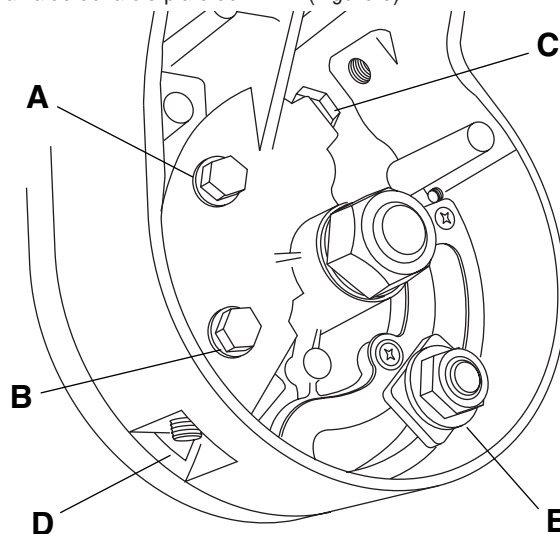

Figure 6. Réglage de la lame à 0° (90° par rapport à la table)
2. Desserrez les têtes des boulons 'A' et 'B' d'au moins un tour complet à l'aide de la clé plate de 10 mm (Figure 6).
3. Mettez l'embout de clé Allen de 4 mm sur l'outil universel et placez-le sur la vis de réglage 'D' (Figure 6)
4. Desserrez la vis de réglage 'D' d'au moins trois tours complets à l'aide de la clé plate de 4 mm (Figure 6).
2. Placez la clé plate de 17 mm sur la tête du boulon 'E' (Figure 6).